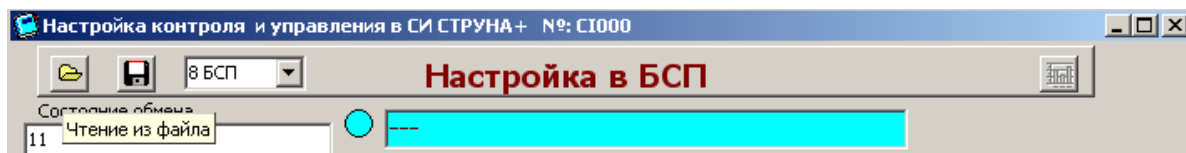
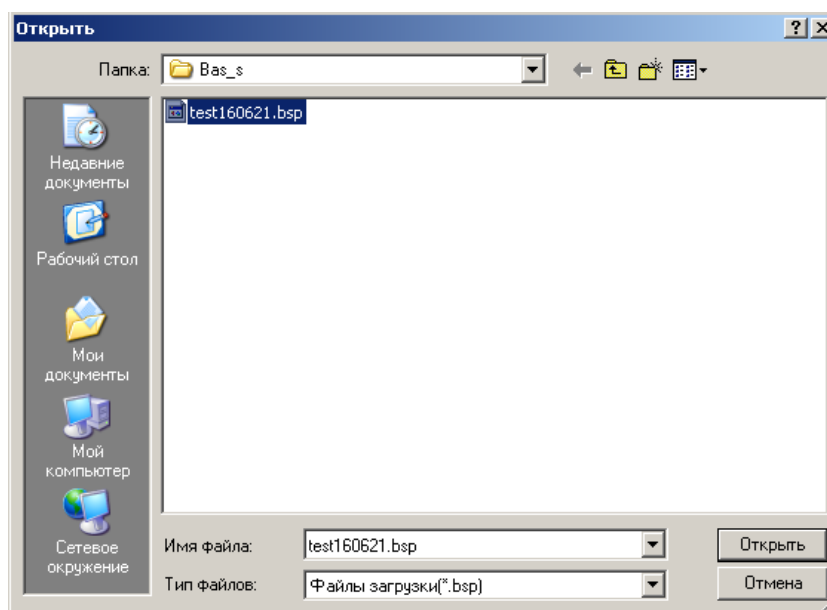

Рисунок 4.40
Рисунок 4.41
4.6.10.1 Нажать на кнопку «Чтение из файла» (рисунок 4.40). В результате на экране появится форма «Открыть» (рисунок 4.41).